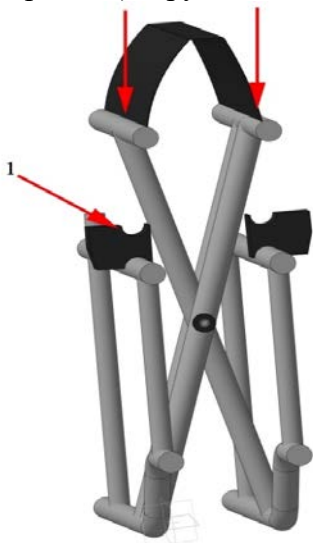
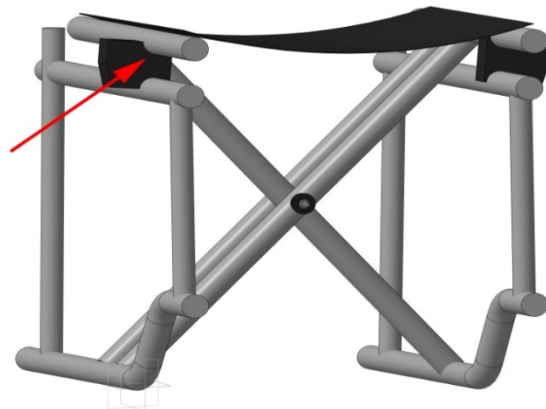

Рис.1.1
Рис.1.2
5.1 Рама кресла изготовлена из металла с порошковым напылением. Коляска поставляется в сложенном виде. Для того чтобы разложить раму коляски нажмите на трубы сиденья как показано на рис.1.1. Важно, чтобы трубы попали в ловители на раме (поз.1, рис.1.1). Труба должна полностью войти в ловитель как показано на рис.1.2